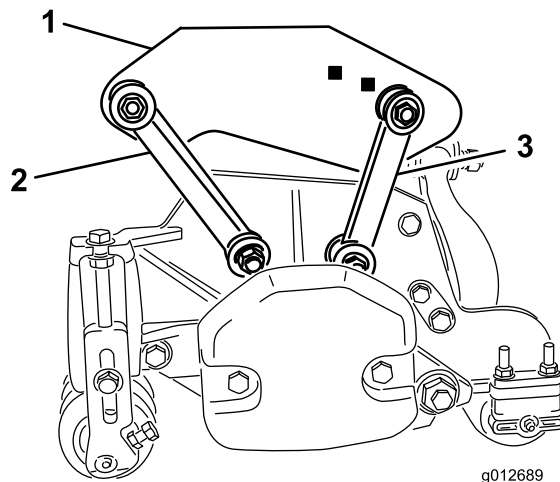

図 19
- ・ 前取り付けリンクは、ボルト（3/8 x 2-1/4 inch）、平ワッシャ 2 枚、ロックナット 1 個を使い、図 19 のようにキャリア・フレームの穴に取り付ける。取り
- ・ 後取り付けリンクは、ボルト（3/8 x 2-1/4 inch）、平ワッシャ 2 枚、ロックナット 1 個を使い、図 19 のように後キャリア・フレームの穴に取り付ける。取り付ける時にリンクの各側にワッシャを入れる。4.3 kg.mにトルク締めする。